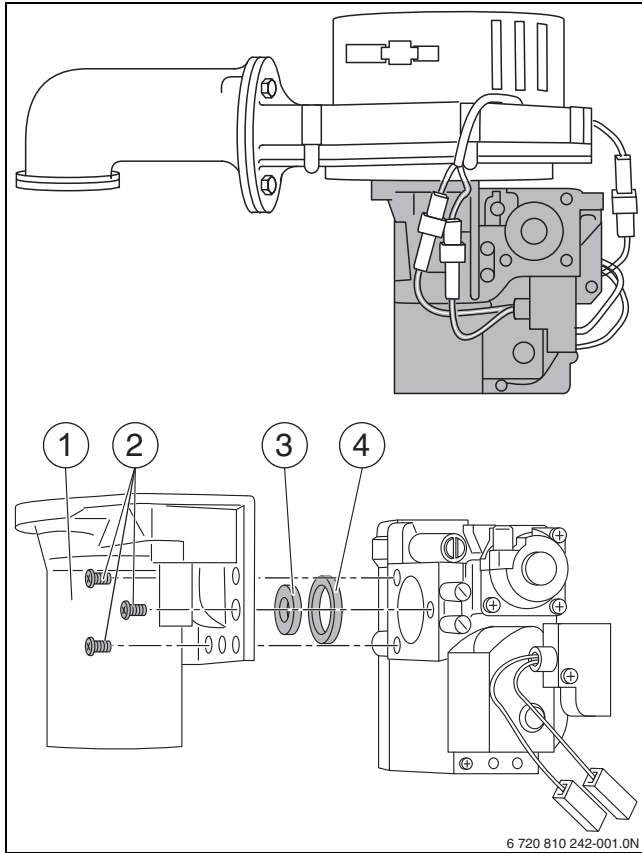

Bild 1 Gasdüse wechseln
- ▶ Bei Austausch der Gasarmatur, Gasdüse aus alter Armatur herausnehmen und in neue Armatur einsetzen (→ Bild 1).